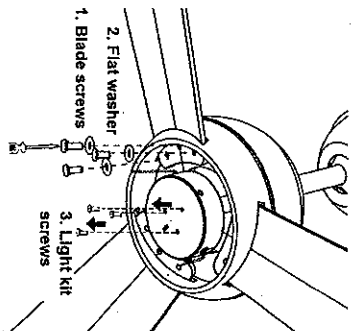

Fig. 5
2. Fissare le pale con 3 viti per pala e assicurarsi che le 3 viti della pala siano strette in modo uniforme. Non stringere troppo le viti per non danneggiare le pale. Ripetere questa procedura per ogni pala. Fig 5.
1. Rimuovere le 3 viti dell'attrezzo di luce (3, Fig. 5) dalla base di luce.